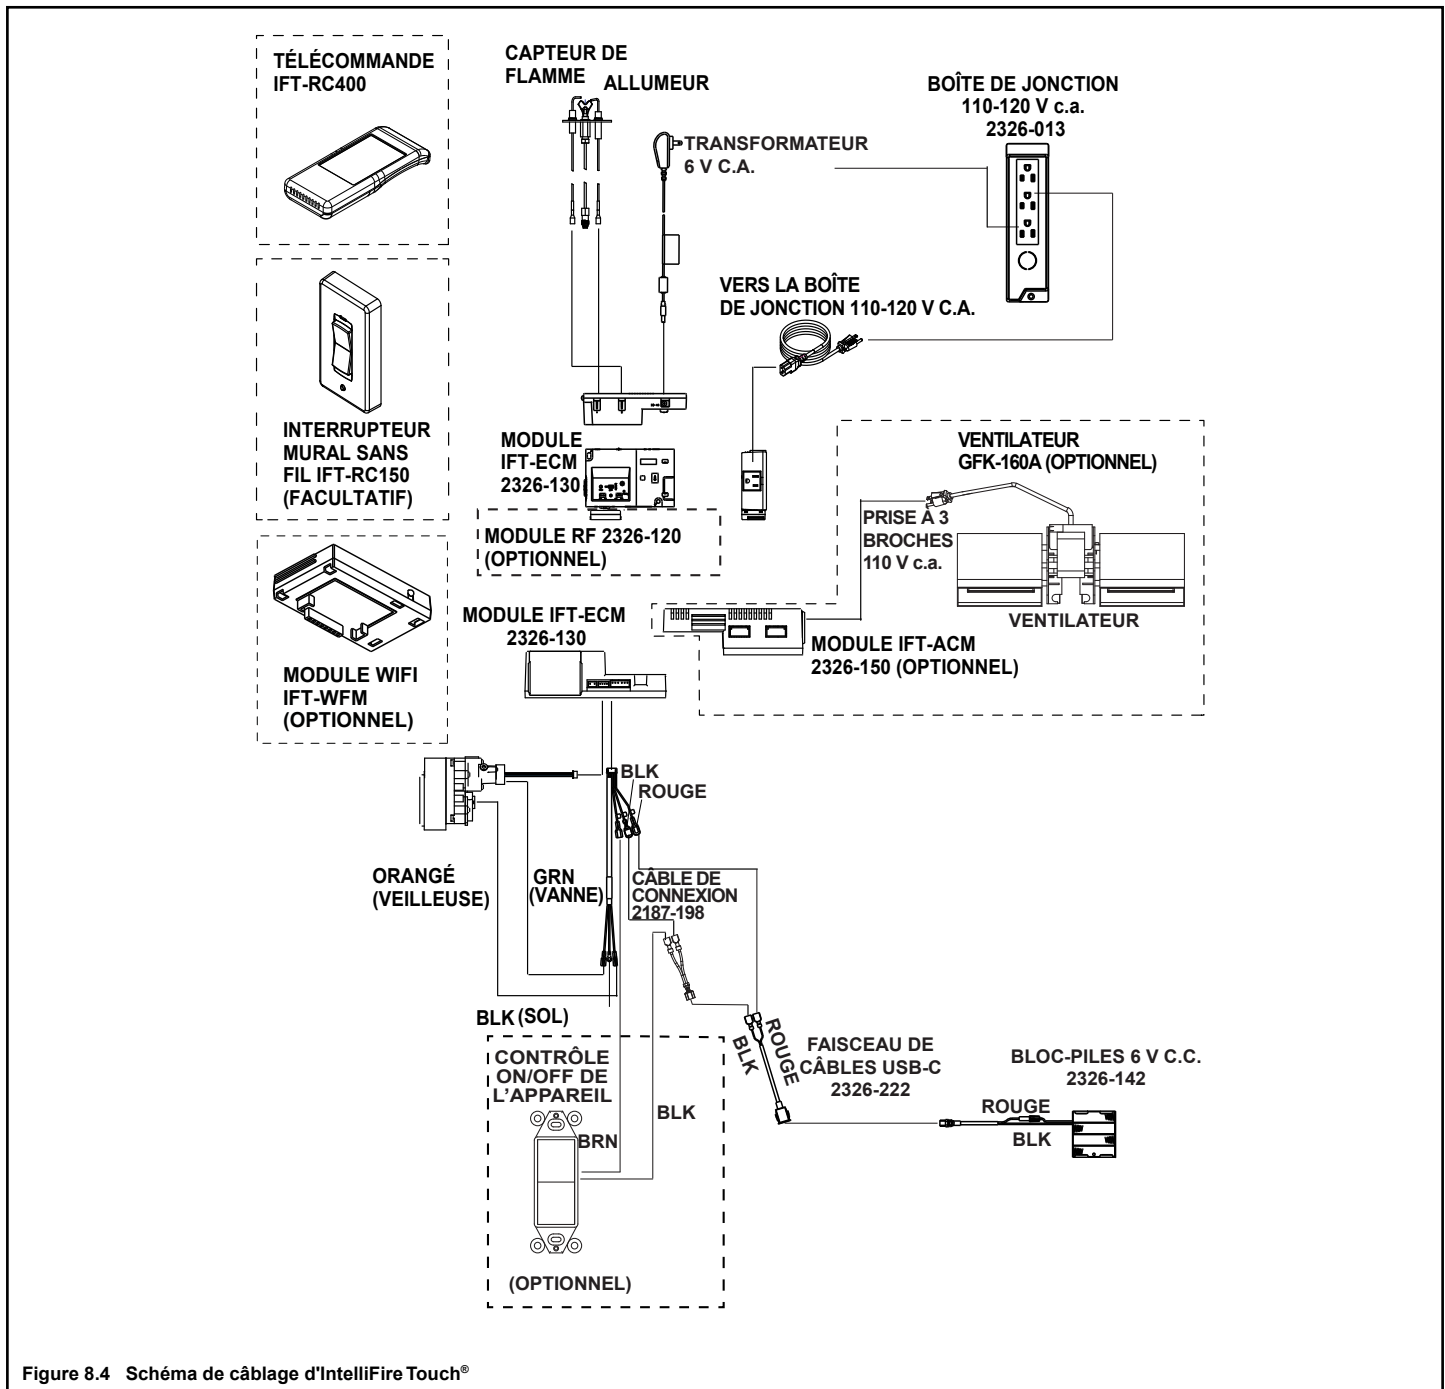

Figure 8.4 Schéma de câblage d'IntelliFire Touch®
- Consultez la figure 8.4, schéma du câblage IntelliFire Tactile.
- Installez et branchez le ventilateur selon les directives fournies avec ce dernier. La figure 8.4 présente également des détails supplémentaires.